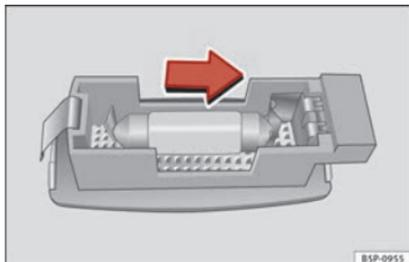

Fig. 201 Smontaggio della luce dell'aletta parasole.
– Estrarre con cautela il coprifanale utilizzando il cacciavite dal lato piatto, come indicato nella figura »» **fig. 201**.
– Rimuovere la lampada muovendola verso l'esterno nel senso della freccia »» **fig. 201**.